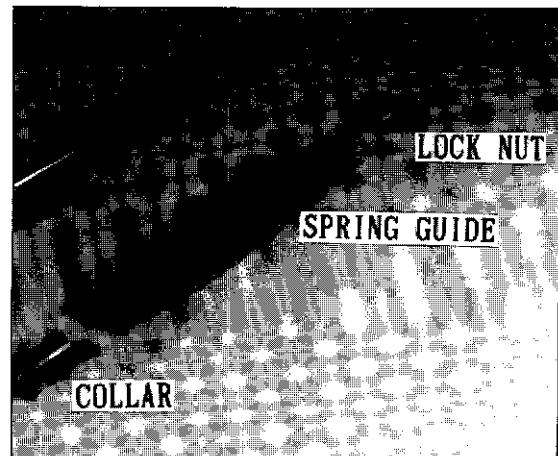

Fig. 6
12) Montare sull'asta del pistone i seguenti particolari (Fig. 6):
12) Install the followings onto the piston rod (Fig. 6):
12) Monter sur la tige piston les éléments suivants (Fig. 6):
12) Auf die Kolbenstange folgende Teile montieren (Bild 6):
12) Montar en la barra del pistón las siguientes partes (Fig. 6):